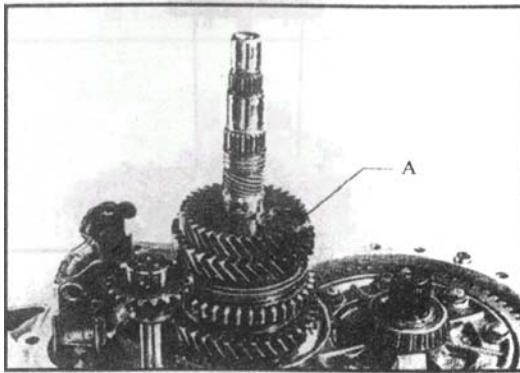

图 4-36 安装变速器 (五)
(5) 如图 4-36 所示, 安装上三档从动齿轮后, 要用卡环调节轴向尺寸。从卡环的允许型号 (如表 4-3 所示) 中选择最厚的并可以塞进卡环槽中的卡环装入。安装卡环时, 注意不要过分撑胀, 而且要确保其装入卡环槽。